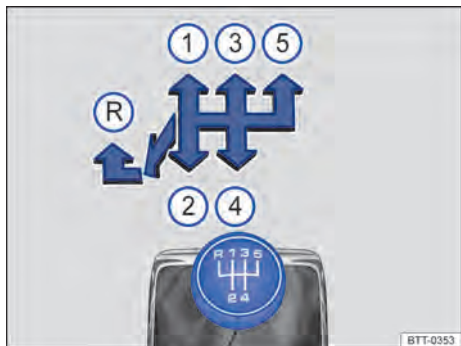

Fig. 146 Esquema de troca de marchas da transmissão manual de 5 marchas.
As posições de cada marcha estão representadas na alavanca da transmissão ⇒ **Fig. 146** ou ⇒ **Fig. 147**.
- Empurrar a alavanca da transmissão totalmente para a esquerda e depois para frente até a posição da marcha a ré ⇒ **Fig. 146**  ou ⇒ **Fig. 147** .